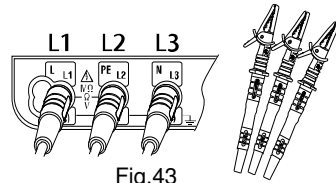

Fig.43
2. Insérez les cordons à l'instrument. (Fig.43)